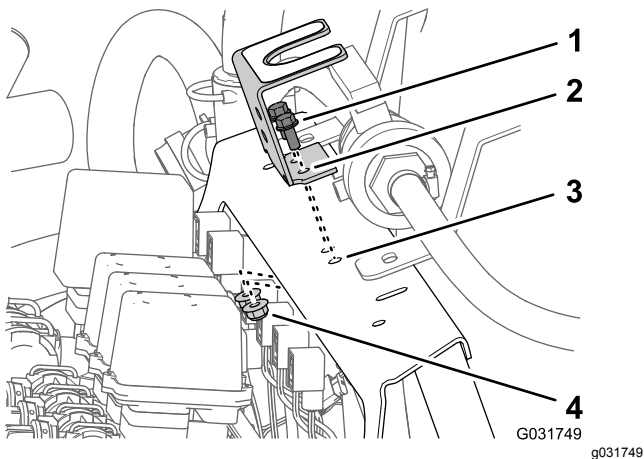

図 38
4. ボールバルブ用の取り付けブラケットをマニホールドマウントに固定しているフランジヘッドボルト5/16 x 3/4" 2本、フランジロックナット3/8"2個を取り外し、ブラケットをマウントを分離する図 38。